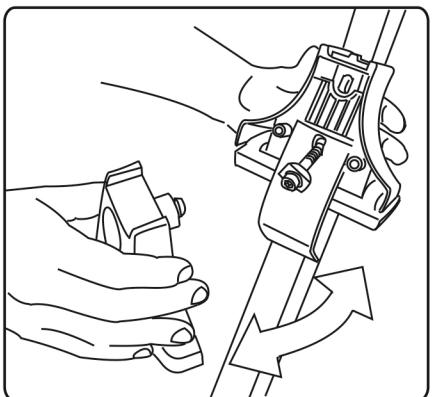

рис. 15
3. Опору багажника сместите в сторону центра дуги до упора в линейку. Поверните опору, тем самым зафиксировав ее на дуге (рис. 15).